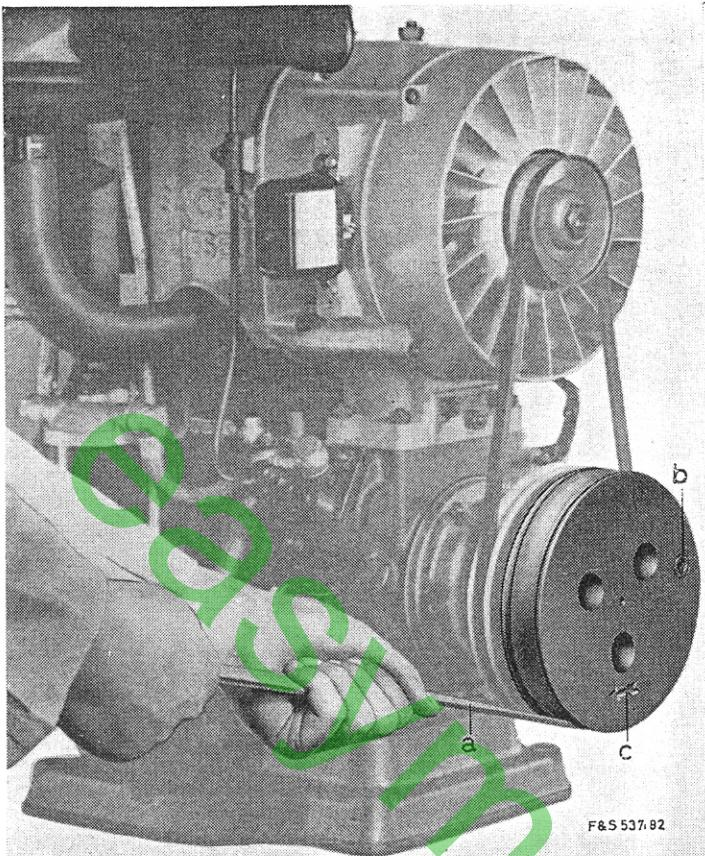

Figure 6:
b) avec poulie et courroie (figure 6)